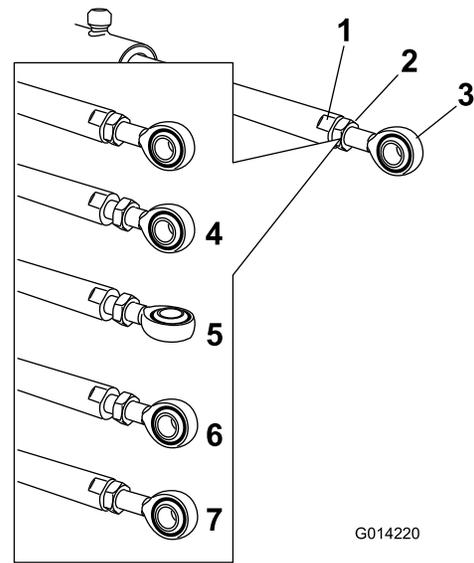

Bild 65
5. Arretieren Sie die flachen Seiten der Aktuatorstange mit einem Schraubenschlüssel und lösen Sie dann die Klemmmutter, damit Sie die Ösenstange manipulieren können (Bild 65).
6. Drehen Sie die Ösenstange in der Aktuatorstange, um den ausgefahrenen Aktuator auf die gewünschte Stellung zu verlängern oder zu verkürzen (Bild 65).